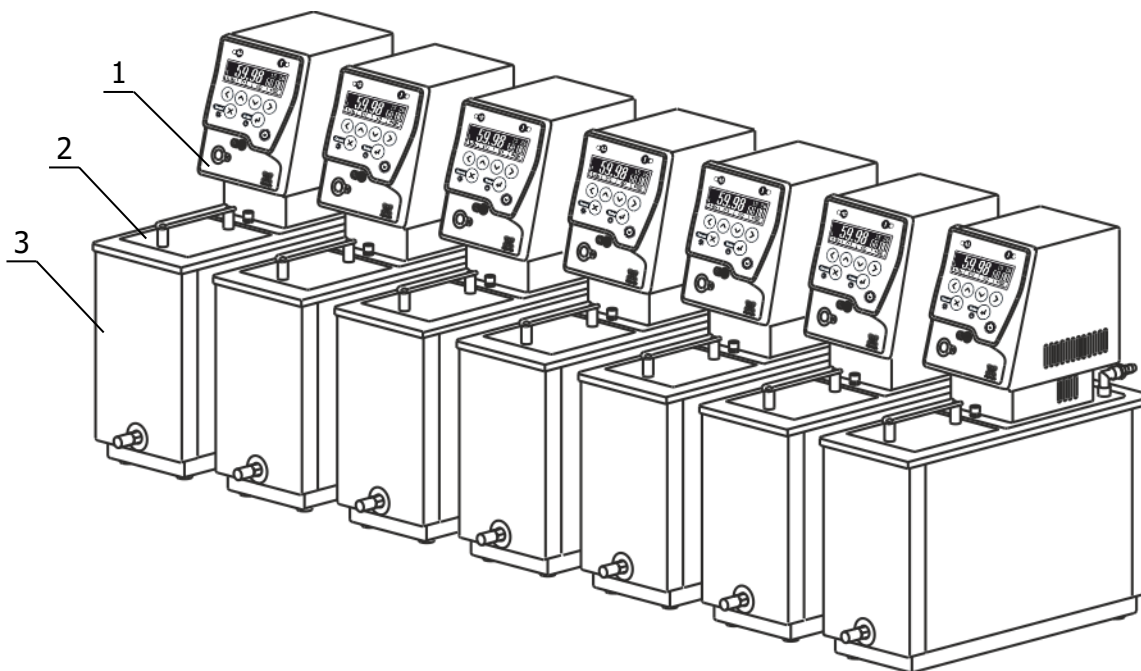

Рисунок 1 — Внешний вид установки ТКПЖ
1.4.2 Установка ТКПЖ выполнена в настольном исполнении и состоит из семи термостатов серии МАСТЕР, объединенных общей системой охлаждения на основе термостата КРИО-ВТ-01. Каждый термостат состоит из блока регулирования 1 и ванны 3 (рисунок 1) и настроен на одну из выбранных температур: 0 °С, 5 °С, 10 °С, 20 °С, 30 °С, 40 °С и 60 °С. Блоки регулирования и ванны термостатов промаркированы соответствующими наклейками.
1.4.6 Корзина размещается во внутренней ванне термостата и закрывается крышкой 2 (рисунок 1).